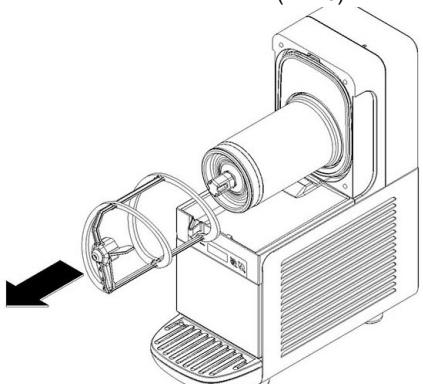

Bild 5
- 3** Aus dem Verdampfer die äußere Spirale (Bild 5) und anschließend das sechseckige